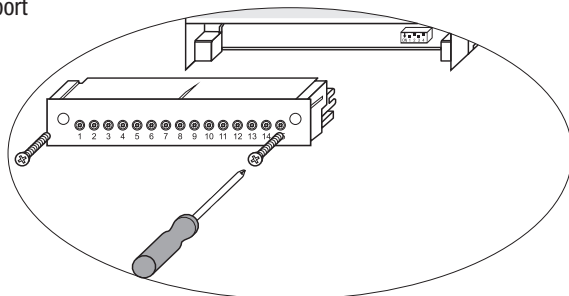

Fig. 12
- Retirer les borniers supérieur et inférieur : desserrer les vis de fixation gauche et droite. **Fig. 12**